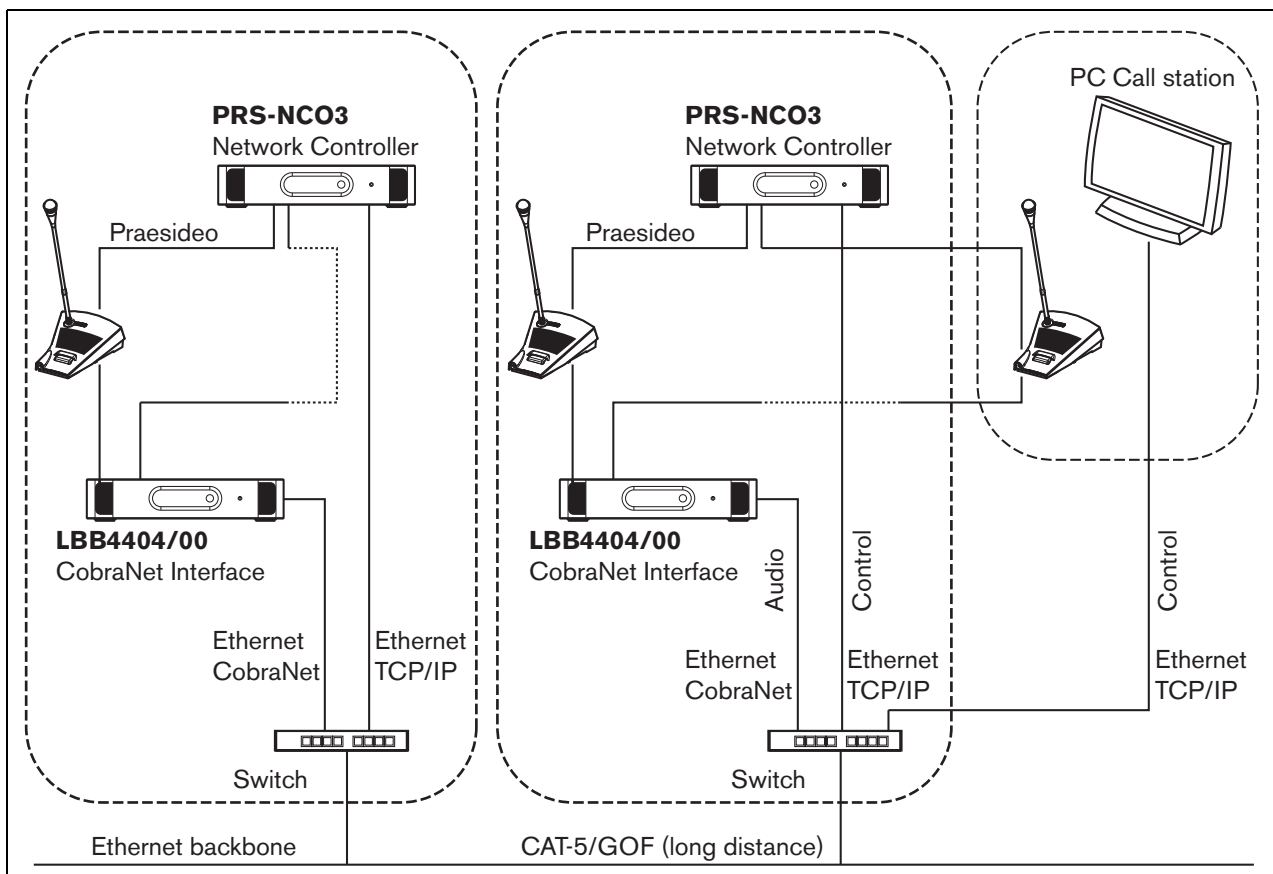

abbildung 33.4: Verbindung von Systemen
- Anschluss von Praesideo-Systemen (siehe Beispiel abbildung 33.4).